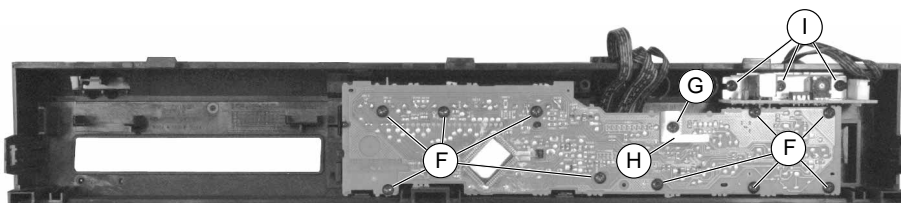

Fig. 6
- 10 Schrauben (F) und Schraube (G) (Fig. 6) herausdrehen.
- Massefeder (H) (Fig. 6) mit Schraube (G) befestigen.
- 3 Schrauben (I) (Fig. 6) herausdrehen und Kopfhörerplatte abnehmen.
- Undo 10 screws (F) and screw (G) (Fig. 6).
- Fasten the earth spring (H) (Fig. 6) with screw (G).
- Undo 3 screws (I) (Fig. 6) and remove the Headphone Board.